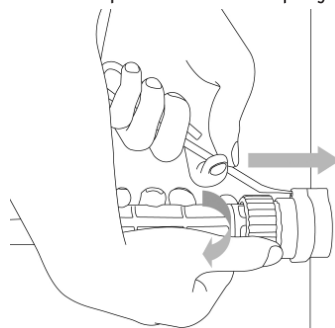

Рис. 7.5. Фиксация разъёма.
2. Нажимая ключом на стопорное кольцо, закрутите гайку плазмоторна. Убедитесь в плотной фиксации соединения (См. рис. 7.5). Панельный разъем плазмоторна показан на рисунке 7.6.